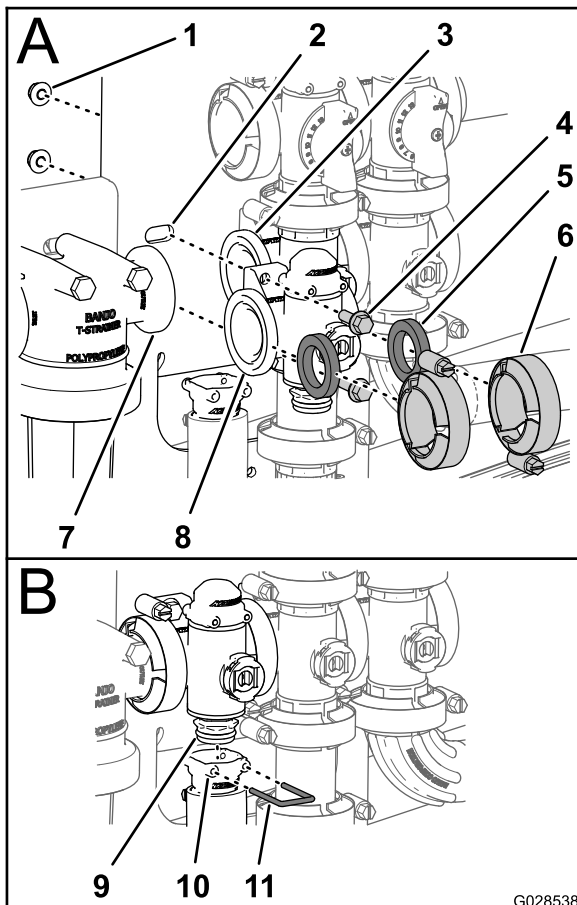

Bild 111
1. Fluchten Sie eine Dichtung zwischen den Flanschen des Dosierungsregelventilverteilers und dem Druckfilterkopf aus (A in Bild 111)
2. Montieren Sie den Dosierungsregelventilverteiler, die Dichtung und den Druckfilterkopf mit einer Flanschklemme und ziehen sie mit der Hand an (A in Bild 111).
3. Fluchten Sie eine Dichtung zwischen den Flanschen des Dosierungsregelventils und dem Rührwerkventilverteilers aus (A in Bild 111).
4. Montieren Sie den Dosierungsregelventilverteiler, die Dichtung und den Rührwerkventilverteiler mit einer Flanschklemme und ziehen sie mit der Hand an (A in Bild 111).
5. Befestigen Sie das Dosierungsregelventil mit den zwei Sicherungsbundschrauben und den zwei Sicherungsbundmutter (A in Bild 111), die Sie in Schritt 3 von Entfernen des Ventils des Dosierungssteuerungsverteilers (Seite 77) entfernt haben, an der Ventilhalterung und ziehen Sie die Schraube und Mutter bis auf 10–12 N·m an.
6. Montieren Sie das Auslaufanschlussstück unten am Verteiler für das Dosierungsregelventil am Kupplungsanschlussstück (B in Bild 111).
7. Stecken Sie einen Halter in den Sockel des Auslaufanschlussstückes, um das Kupplungsanschlussstück des Auslaufanschlussstückes zu befestigen (B in Bild 111).